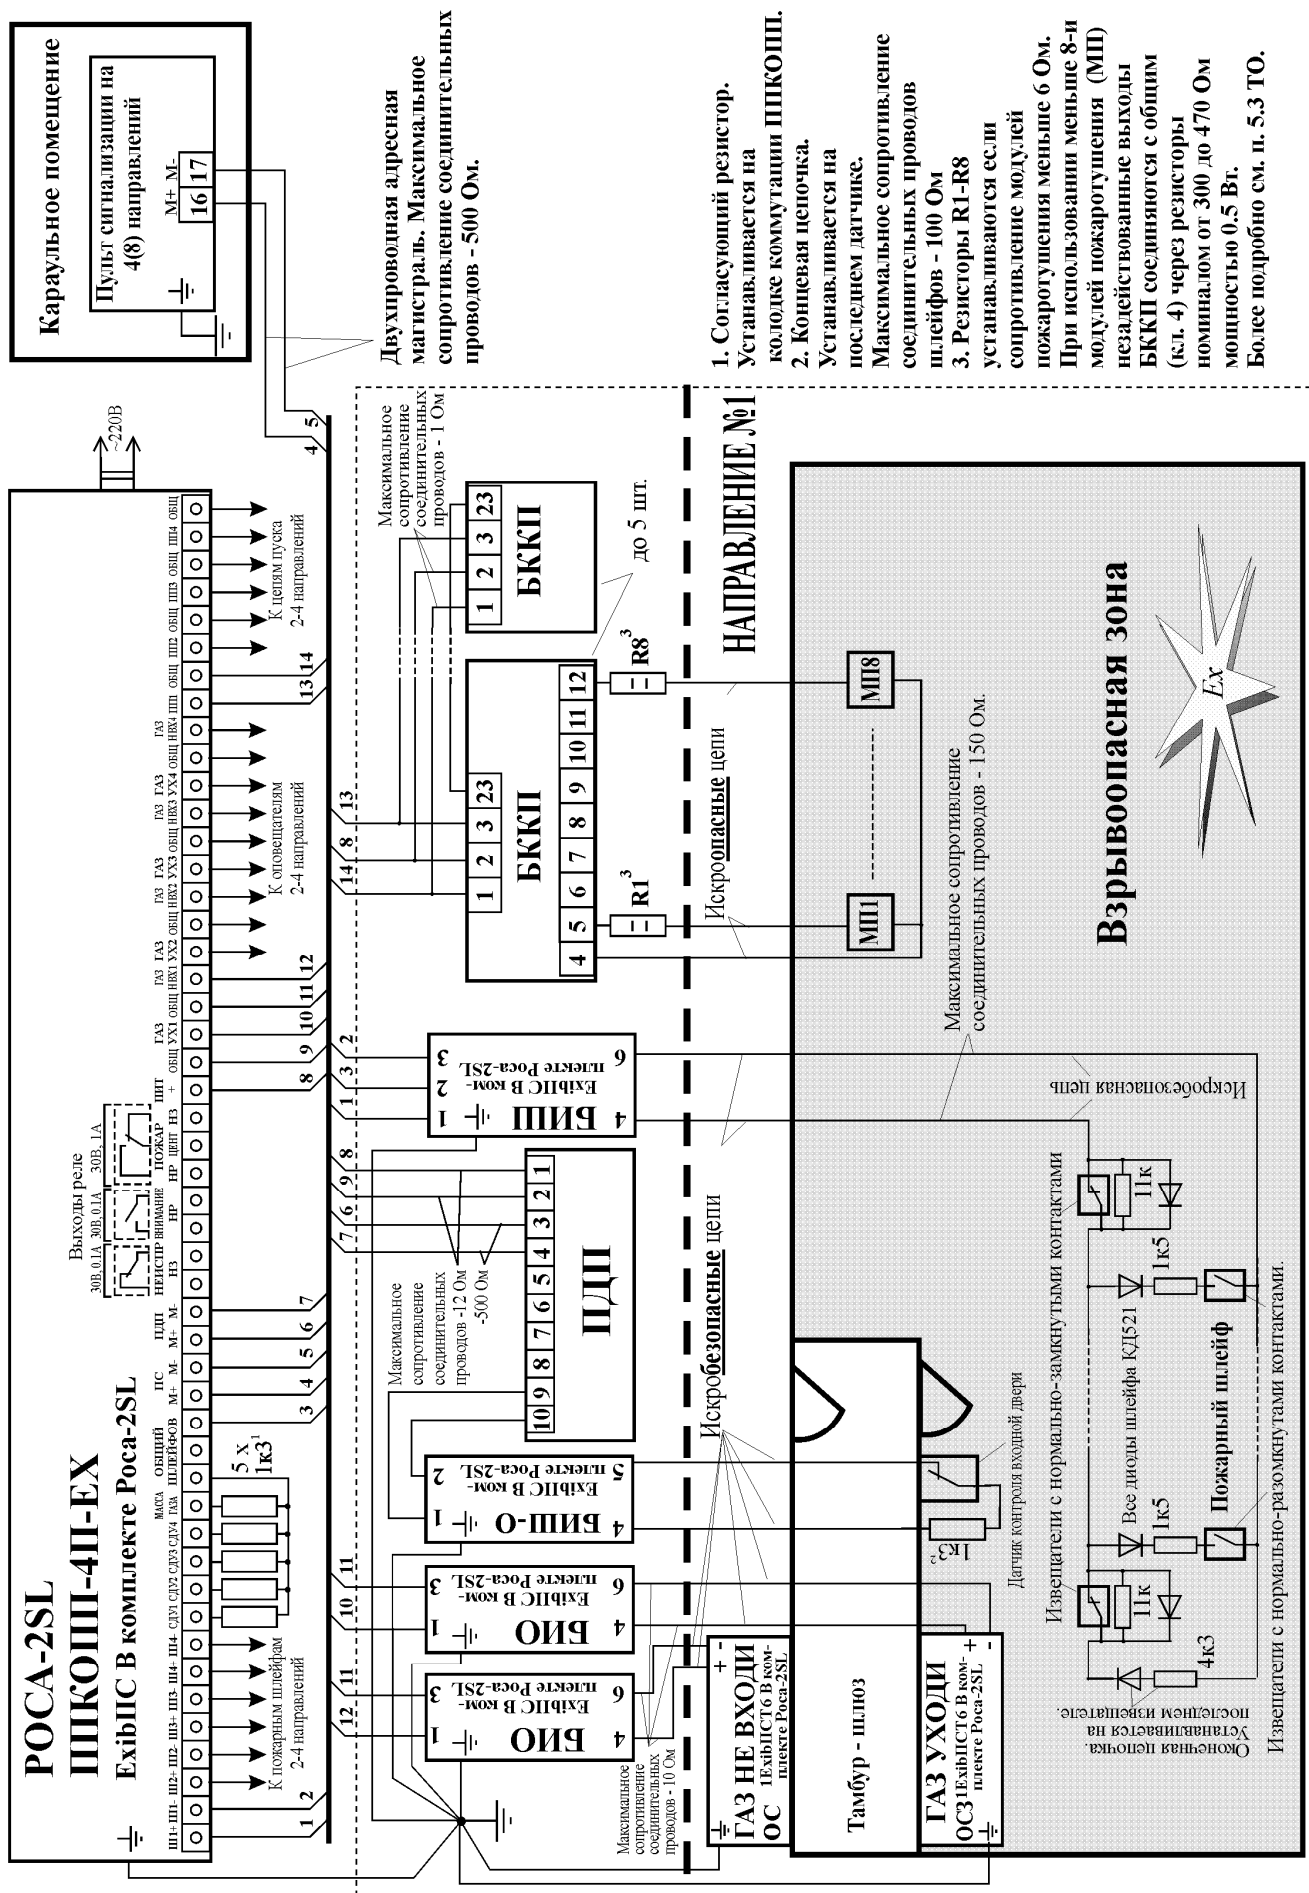

Рисунок 7. Типовая схема подключения прибора.
- если ток меньше указанного, то необходимо уменьшить номинал резистора R4 (рис. 7), а если больше, то его необходимо увеличить.